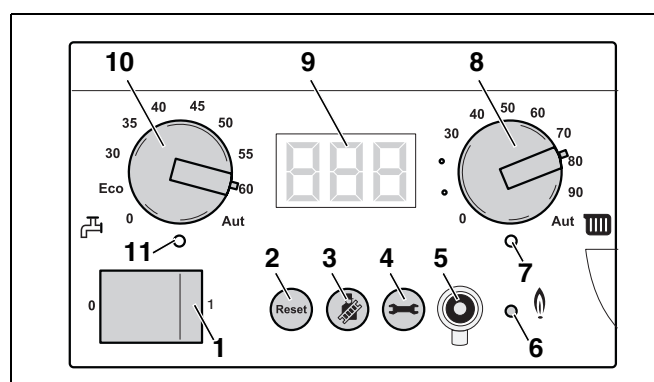

Рис. 92 Главный регулятор BC10
- С помощью ручки установки максимальной температуры котловой воды (рис. 92, поз. 8) установить максимальную температуру котловой воды для режима отопления (см. таб. 16).